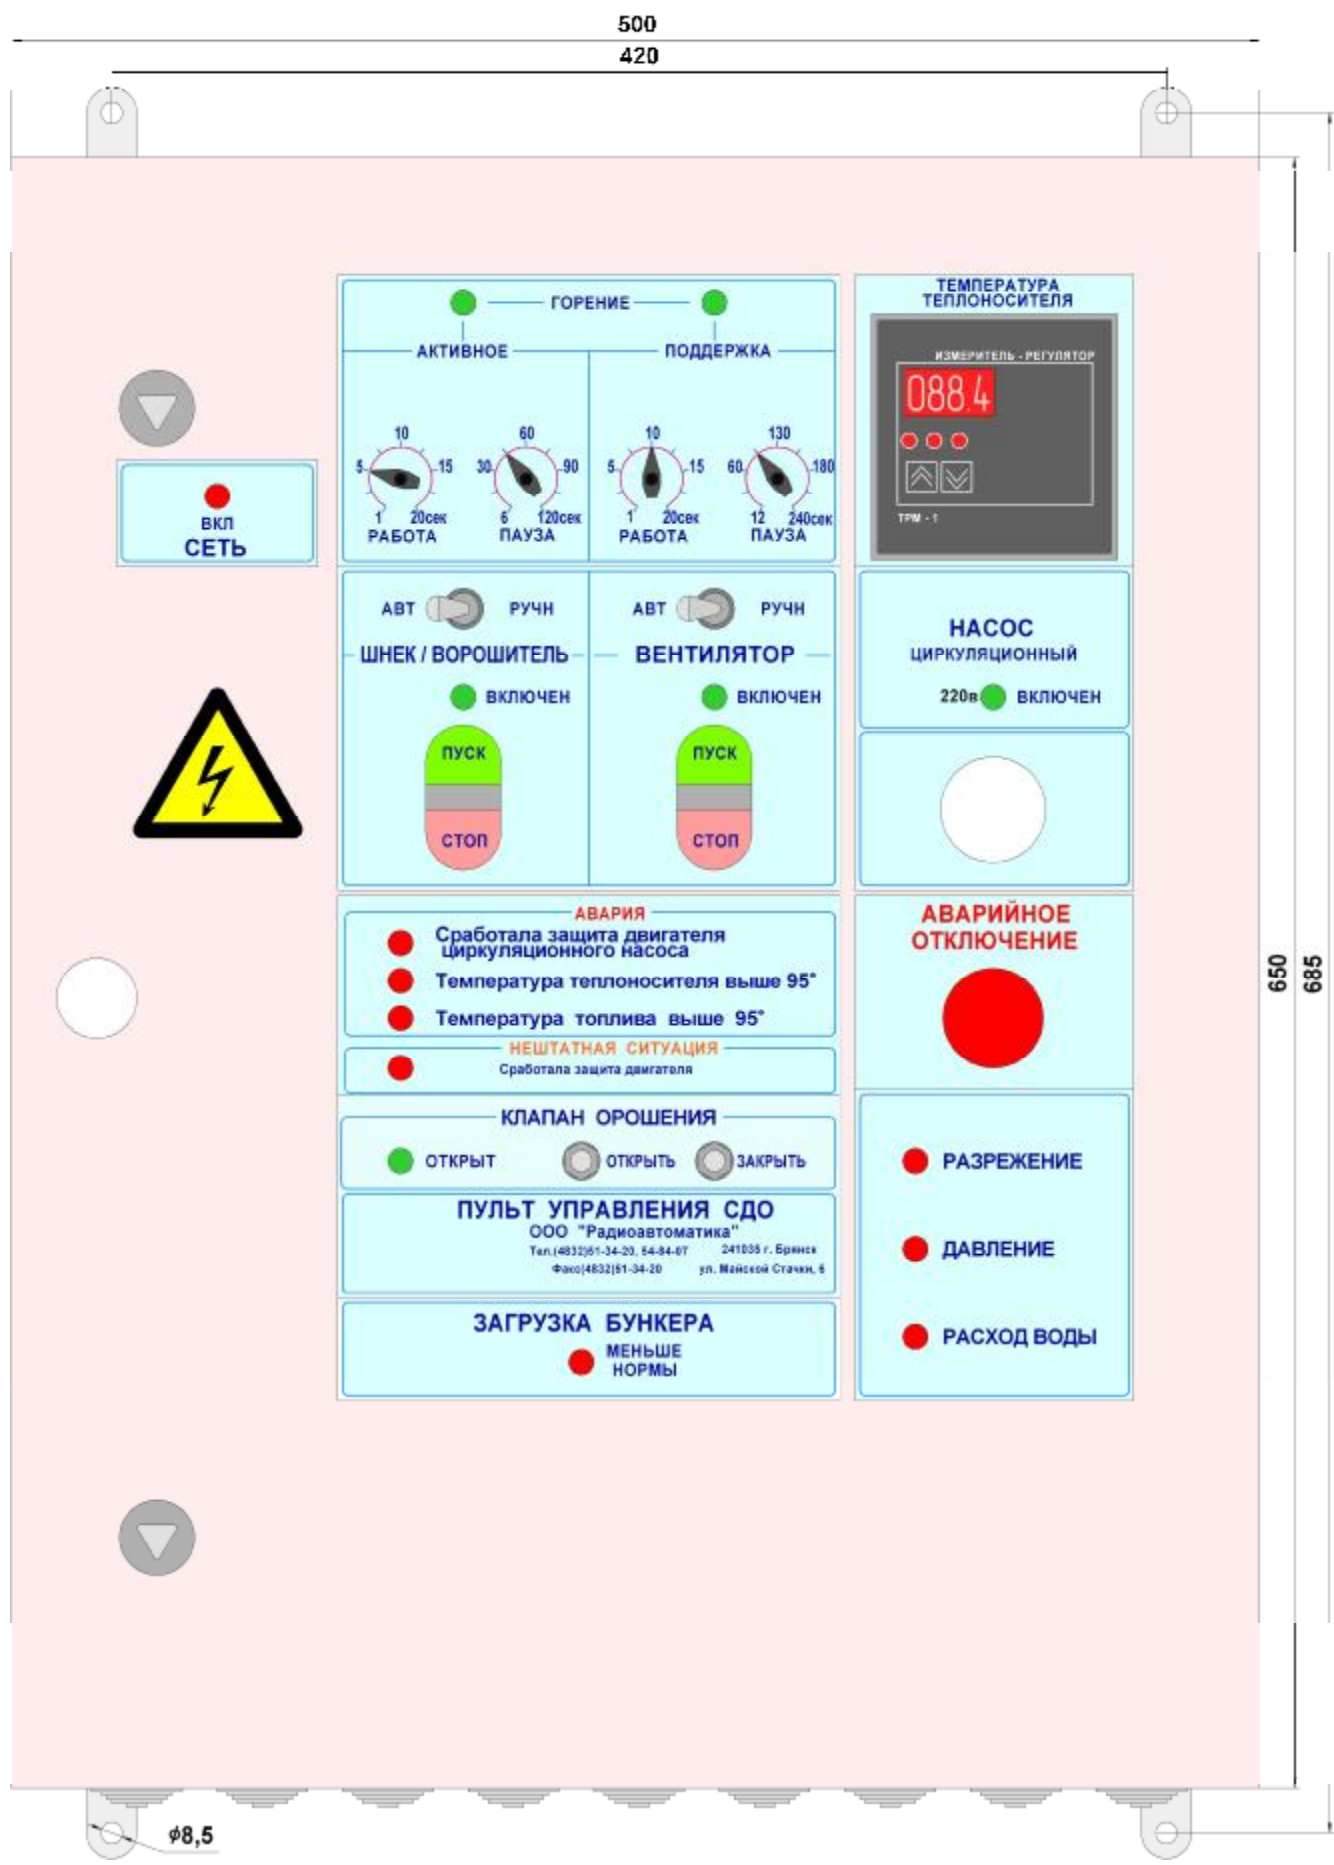

Рис. 1
4.3. Внешний вид лицевой панели ПУ, а также габаритные и присоединительные размеры изображены на рис. 1.